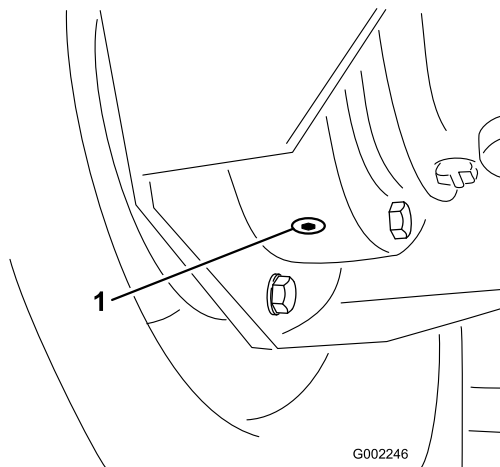

Figure 50
4. Placez un bac de vidange sous le bouchon de vidange intérieur et retirez le bouchon (Figure 50).